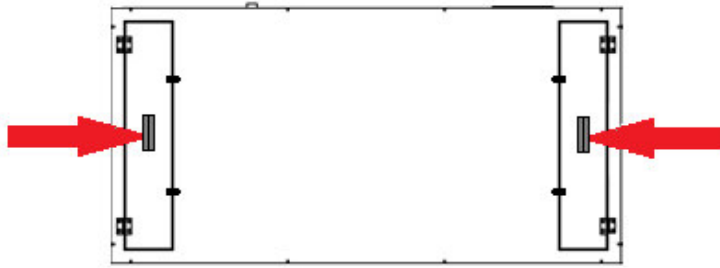

Fig. 12a
- per l'unità in versione orizzontale, da sportelli incernierati inferiori dotati di maniglie ad incasso e chiusi da dispositivi bloccapannello (questi sportelli rendono comune l'accesso al filtro ed al ventilatore; **fig. 12a**)
Accedere ai ventilatori come precedentemente descritto per i filtri aria impiegando esclusivamente gli sportelli incernierati (figure 12a e 12b) e verificare la perfetta pulizia e la libera rotazione delle giranti.